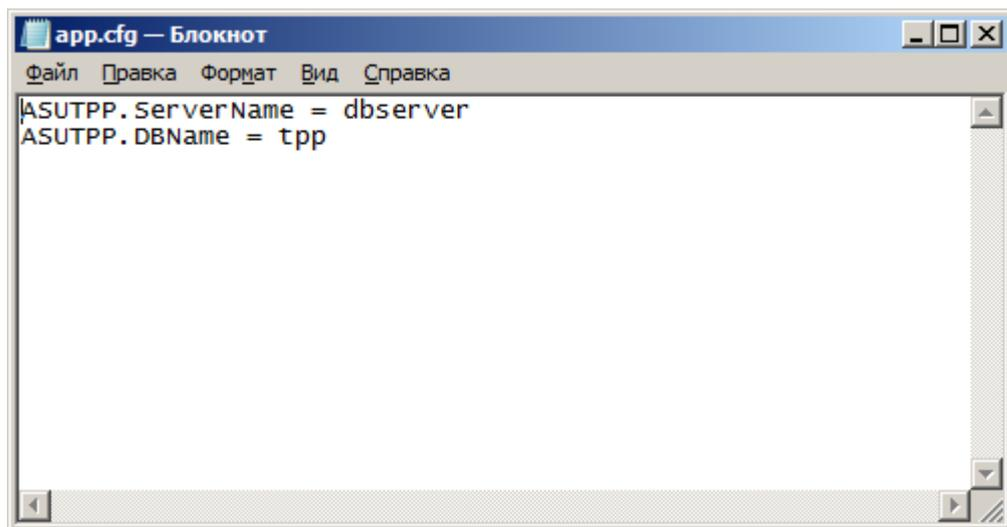

Рисунок 5. Файл конфигурации программы `app.cfg`
- настроить имя сервера и имя базы данных в файле конфигурации `app.cfg` из каталога программы (Рисунок 5).